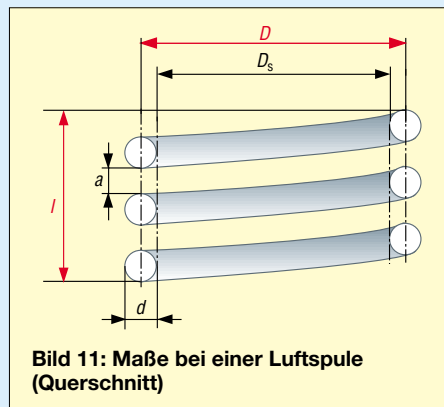

Bild 11: Maße bei einer Luftspule (Querschnitt)
Sie gilt für $l > 0,33 D$ mit für unsere Zwecke hinreichender Genauigkeit. Wichtig ist, dass die darin auftauchende Spulenzlänge l gemäß Bild 11 vom einen zum anderen Ende der Spule gemessen wird, so wie man sie beispielsweise zwischen die Backen eines Messschiebers hält. Demgegenüber zählt der in die Formel (1) eingehende Spulendurchmesser D von Drahtmitte zu Drahtmitte. Mit dem Kern- oder Schaftdurchmesser D_S und der Drahtstärke d gilt daher $D = D_S + d/2 + d/2$, sodass sich der Spulendurchmesser letztlich aus
Bild 18: Das Innenleben des rechten Gehäuses von Bild 11. Die Antenne lässt sich im Bereich von ca. 100 kHz bis 30 kHz mit dem Dreifach-Drehkondensator abstimmen. Für den Bereich darunter lassen sich mit dem Schalter zwei Festfrequenzen anwählen (23,4 kHz für Messzwecke sowie 17,2 kHz, die Frequenz des schwedischen Maschinensenders Grimeton). In einer weiteren Schalterstellung wechselt die Antenne die Betriebsart. Sie wird hier breitbandig und stark gedämpft zur realen Signalübertragung betrieben.